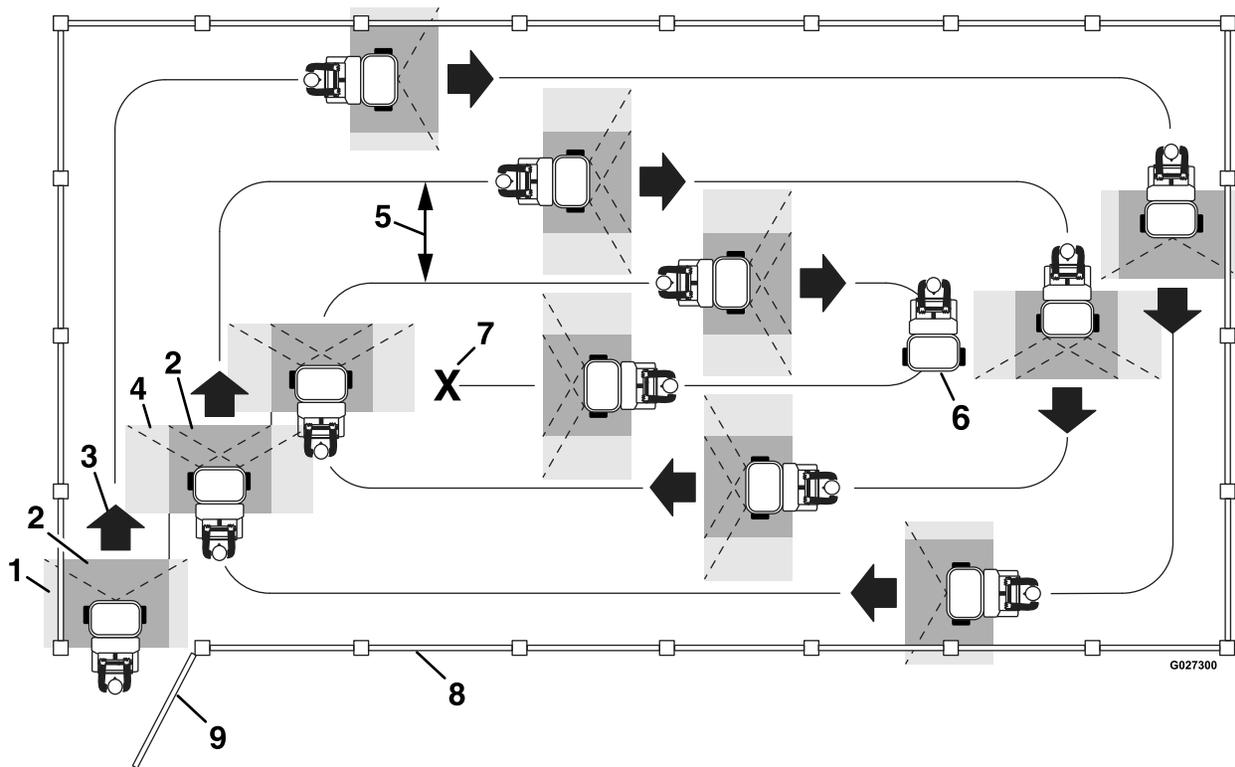

Figura 52
- No solape la zona de fumigación efectiva que ya ha fumigado (Figura 52).